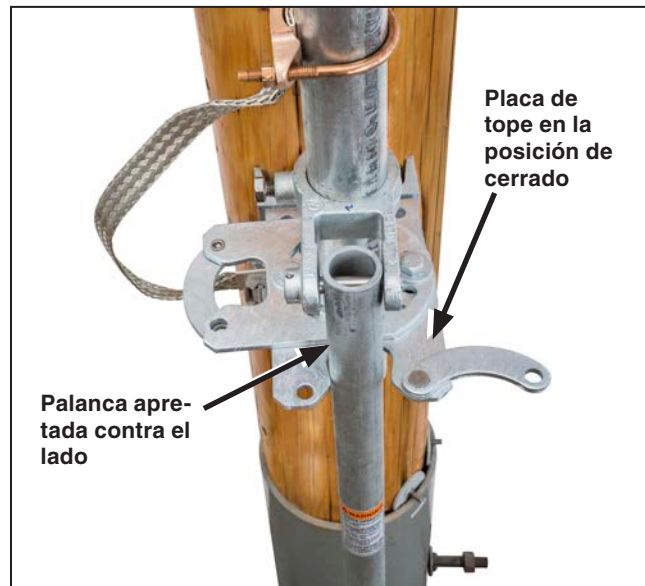
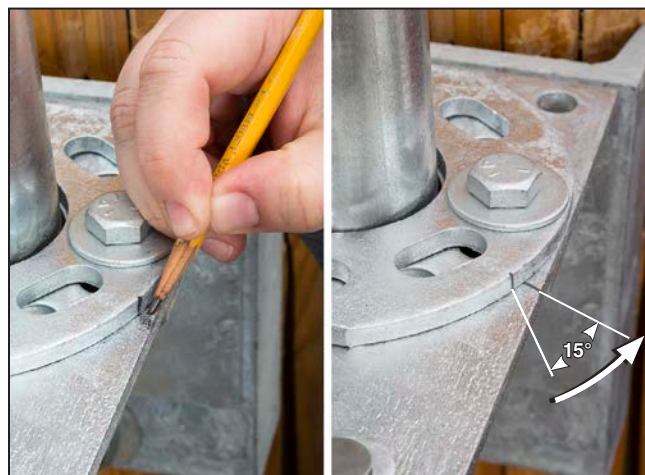

Figura 30. Ajuste de la placa de tope a la posición de cerrado.
Figura 31. Marque la posición de la placa de tope cerrada. Gire 15 grados.
- Los orificios de la placa de tope están ranurados para permitir que haya un espacio para el ajuste. Posicione la palanca de operación en la placa de tope y gire la palanca de operación hasta donde llegue en la posición de cerrado. (Al contrario de las manecillas del reloj es lo estándar en los interruptores que utilizan el mecanismo de operación giratorio). La palanca deberá estar apretada contra el borde de la placa de tope como se muestra en la Figura 30. Marque la posición de la placa de tope cerrada. Vea la Figura 31 (izquierda).
- Levante la palanca fuera del camino y gire la placa de tope 15 grados adicionales al contrario de las manecillas del reloj desde la marca hecha en el Paso 26. Apriete la tornillería de la placa de tope a 40 pies-libras. Vea la Figura 31 (derecha).